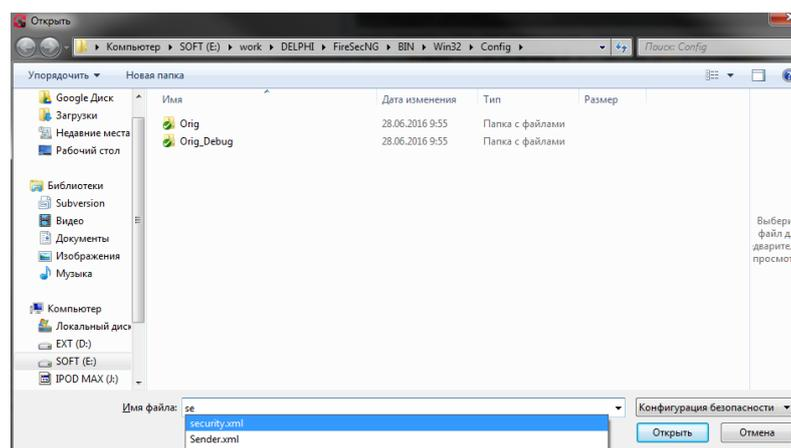

Рис. 18 Открытие файла Конфигурация безопасности
3. **Открыть** – открыть конфигурацию из файла, позволяет открыть файл типа «Конфигурация безопасности *.sec», в котором сохранена информация о настроенных правах пользователей ПО (Рис. 18).